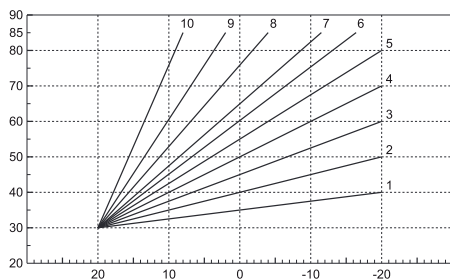

fig. 24 - Courbes de compensation
- **Courbes** : sélectionnez cet élément et, à l'aide des touches "+" et "-" côté sanitaire (), réglez la courbe souhaitée de 1 à 10. En réglant la courbe à 0, la régulation de température évolutive est désactivée (voir fig. 24 - *Courbes de compensation*).